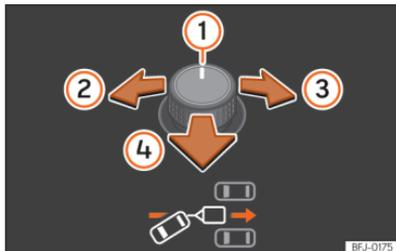
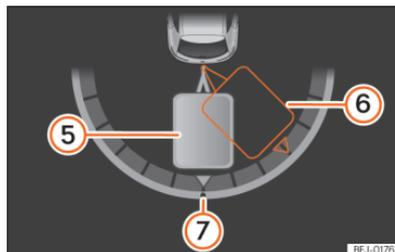

Abb. 148 Drehknopf für die Außenspiegel: Ausrichtung des Anhängers einstellen.
Abb. 149 Bildschirm des Kombi-Instruments: Rückwärtsfahren.
Legende zu »» (Abb. 148), »» (Abb. 149):
- Drehknopf kippen, bis die gewünschte Richtung erreicht ist »» (Abb. 148). Am Bildschirm des Kombi-Instruments erscheint zur Orientierung eine Darstellung des Gespanns in der aktuellen Position »» (Abb. 149).